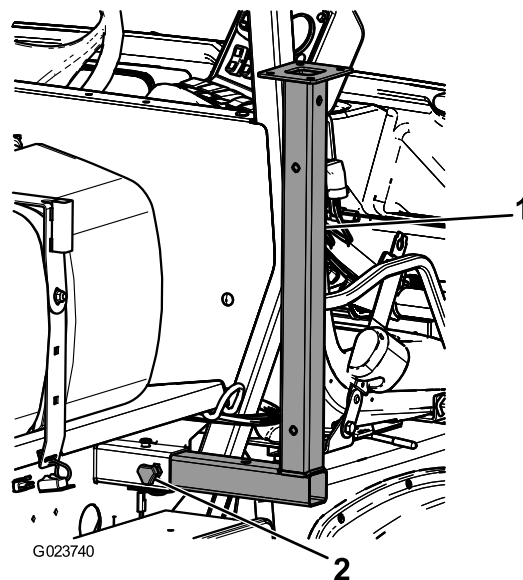

Bild 28
1. Setzen Sie die vorderen Stützböcke umgedreht in den Rahmen in der Nähe der vorderen Vergurtungsstellen ein (Bild 28).